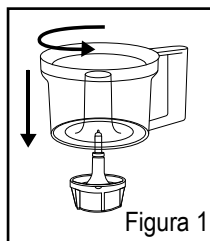

Figura 1
2. Coloque o recipiente de modo que as linguetas na base do acessório estejam alinhadas com as aberturas no recipiente. Gire o recipiente no sentido anti-horário até que façam um clique, travando em seu lugar e não gire mais (Figura 1).